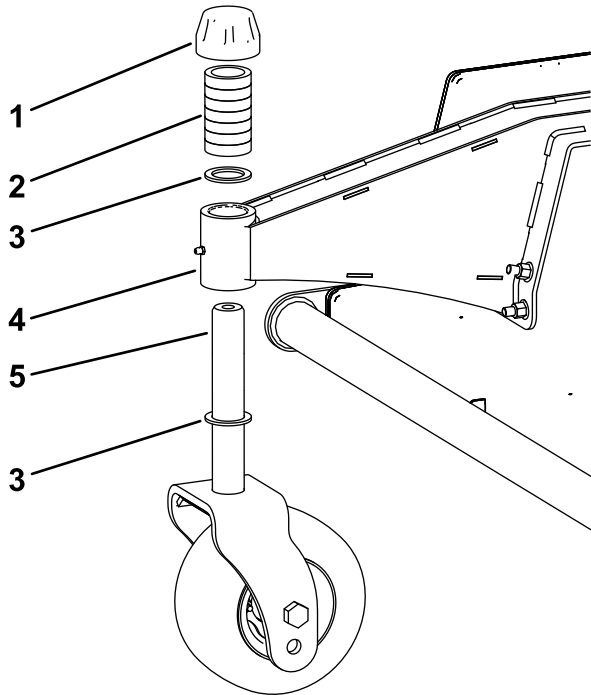

図 8
3. カuttingユニットにキャストを取り付けるキャストのシャフトのハブの両側にシムを入れて **図 8** のように取り付ける。